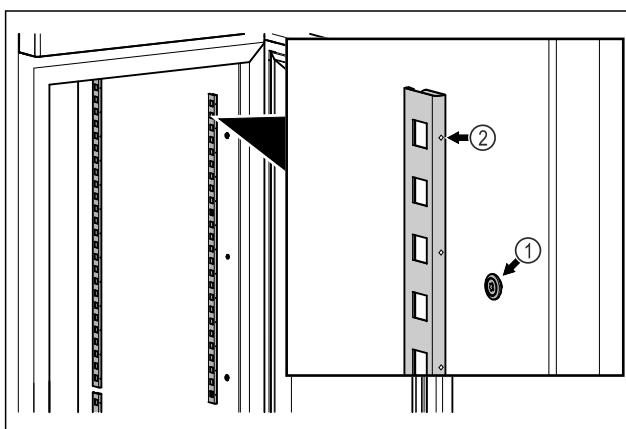

Fig. 15 Príklad zobrazenia
- Koľajničky zaveste do závesu Fig. 15 (1). Označenie Fig. 15 (2) musí ukazovať dopredu.